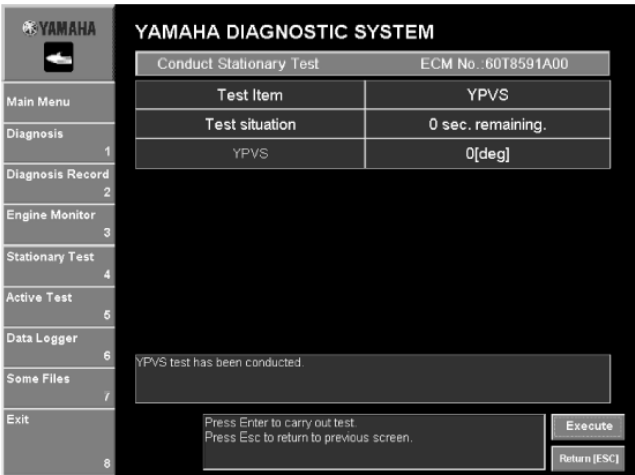

Рис. 84
4. Для выполнения повторного теста снова щелкните по **Выполнить(Execute)** или нажмите клавишу Enter клавиатуры. Чтобы выполнить другой тест, щелкните по **Возврат[ESC] (Return[ESC])** или нажмите, Esc на клавиатуре, чтобы возвратиться к окну, в котором можно выбрать другой тест. (Рис. 84)